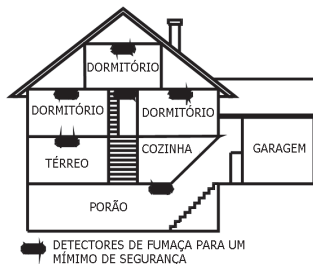

Figura 2: Locais de instalação para detectores de fumaça e calor em apartamentos ou casas com mais de um andar
- Instale um detector de fumaça e calor em cada andar de uma residência que tenha mais de um piso (*ver Figura 2*).